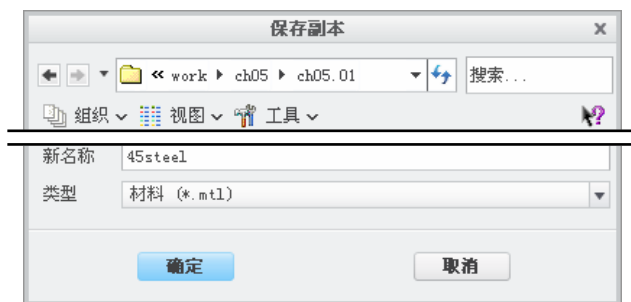

图 5.8.4 “保存副本”对话框
(2) 在“材料”对话框中单击“保存选定材料的副本”按钮 ，系统弹出图 5.8.4 所示的“保存副本”对话框。
(3) 在“保存副本”对话框的**新名称**文本框中,输入材料文件的名称,然后单击**确定**按钮,材料将被保存到当前的工作目录中。